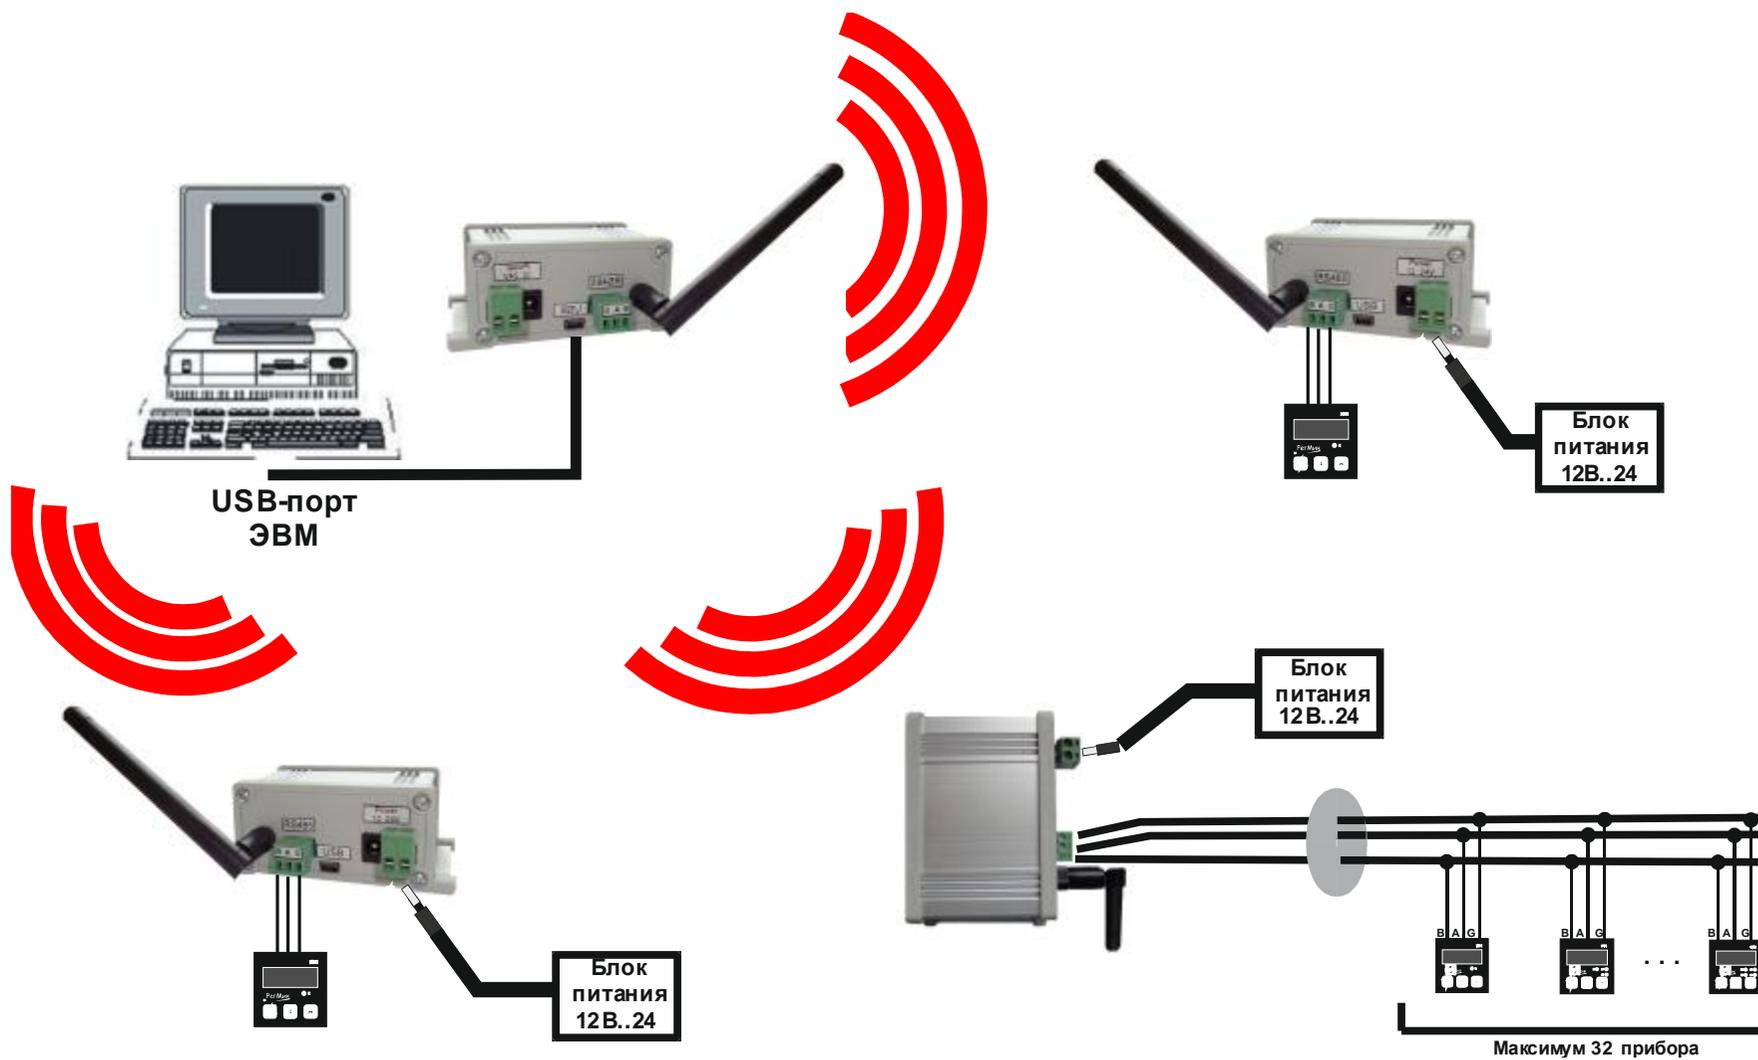

Рисунок 8.1 – Конфигурация беспроводной сети - тип звезда, (в системе ведущий и ведомые).
8.4 Если все ведомые БПИ нормально связываются с ведущим, то конфигурация вашей сети - звезда (см. рисунок 8.1)